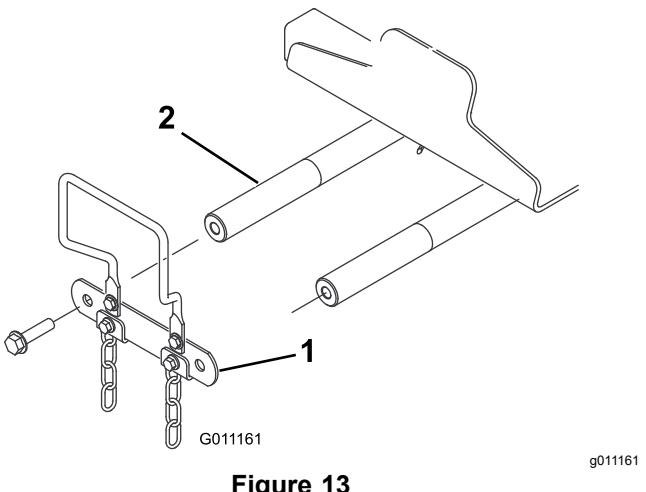

Figure 13
- Retirez les 2 boulons qui fixent la biellette aux axes de pivot du bras de levage, puis retirez la biellette et mettez-la de côté avec les boulons (Figure 13).